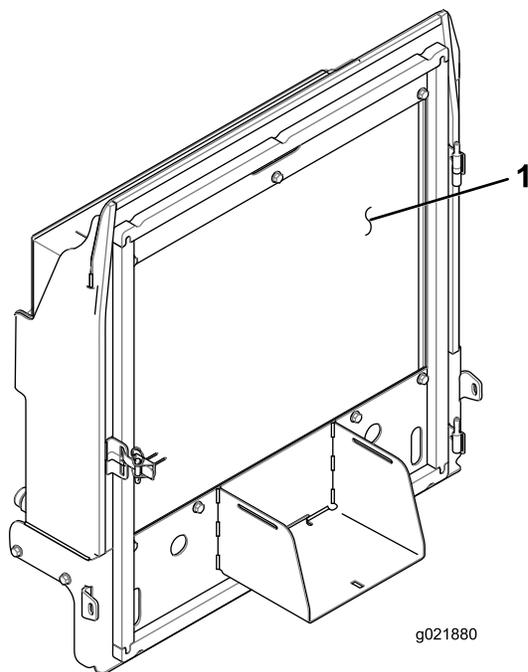

Рисунок 85
4. Тщательно очистите обе стороны радиатора/маслоохладителя сжатым воздухом (Рисунок 85).